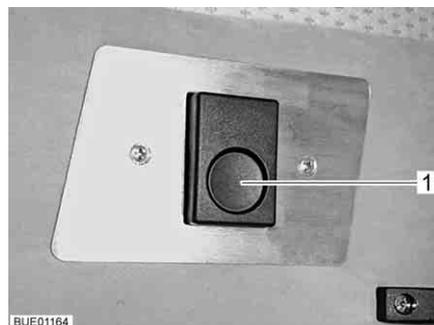

Fig. 121 Dispositif de verrouillage
- Appuyer sur le bouton de déverrouillage (Fig. 121,1). Le dispositif de verrouillage est alors débloqué.